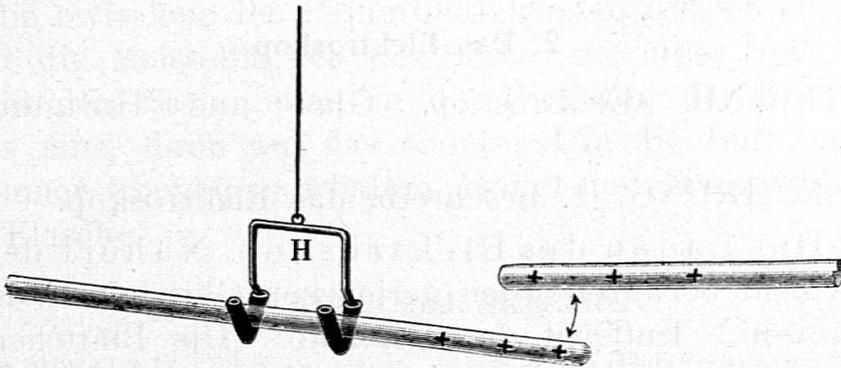

Fig. 19.
4. Der Magnet besitzt Richtkraft. Hängt den Aufhängebügel (Fig. 19.) an das Lineal im Stativ, (an das Anhängestell) und legt den Stabmagneten in den Haken. Beobachtung: (Das eine Ende zeigt nach Nord, das andere nach Süd.)
*b)* Legt den geriebenen Glasstab in den Aufhängehaken und nähert ihm den geriebenen Glasstab. (Sie stossen einander ab.) (Fig. 19.)